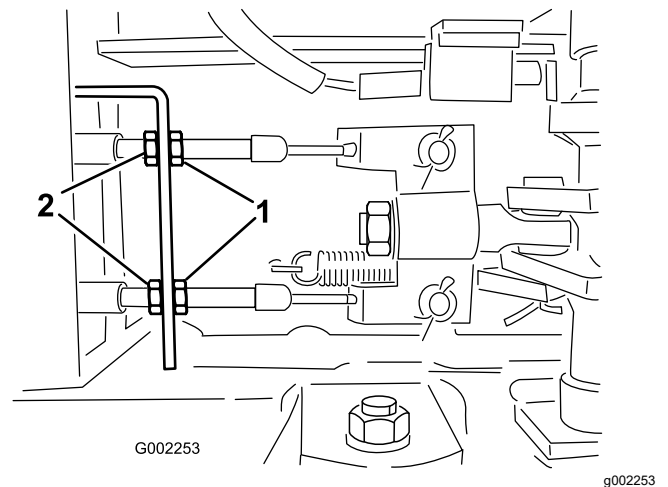

Figure 138
5. Desserrez les écrous de blocage avant sur les câbles de frein, sous l'extrémité avant du pulvérisateur (Figure 138).
6. Serrez les écrous de blocage arrière uniformément jusqu'à ce que la pédale s'enfonce de 1 à 2 cm avant que vous sentiez une résistance (Figure 138).